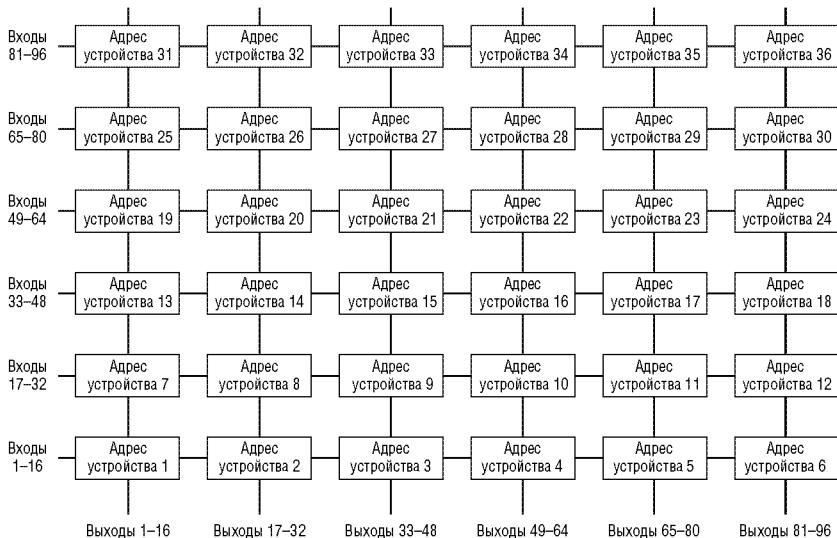
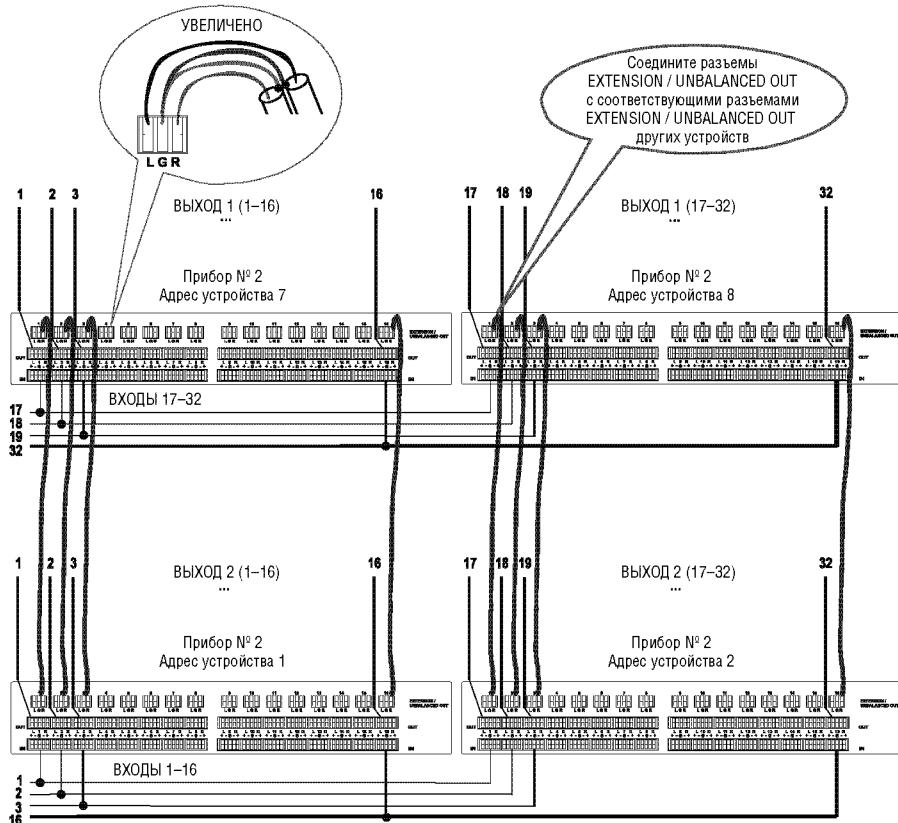

Рис. 6. Назначение адресов устройств
Рис. 9. Подключение коммутатора 32x32
Можно расширить количество входов и выходов, воспользовавшись несколькими устройствами VS-1616A1. При расширенной сборке установите адреса устройства (см. подраздел 6.5.2) каждого устройства VS-1616A, чтобы определить, какие входы и выходы относятся к конкретным устройствам. Это иллюстрирует схему на рис. 6
Например, чтобы собрать коммутатор 48x64 (48 входов и 64 выхода), можно воспользоваться адресами устройств 1, 2, 3, 4; 7, 8, 9, 10; 13, 14, 15 и 16. В схеме на рис. 6 можно выбрать только «прямоугольную» конфигурацию2.
Как можно видеть на рис. 6, коммутатор 32x16 состоит из двух устройств **VS-1616A** (адреса устройств 1 и 7). Чтобы собрать коммутатор в соответствии с рис. 8:
2. Установите адрес устройства на одном **VS-1616A** как 1, а на втором — 7 (см. рис. 6).
Как можно видеть на рис. 6, коммутатор 32x32 состоит из четырех устройств **VS-1616A** (адреса устройств 1, 2, 7 и 8). Чтобы собрать коммутатор в соответствии с рис. 9:
2. Установите адрес устройства 1, 2, 7 и 8 соответственно для каждого из четырех устройств (см. рис. 6).
1 В большинстве случаев устанавливается = 1. В примере на рис. 9 адрес устройства установлен = 2.
2 К получателям аудиосигнала (не показаны на рис. 9).
Адрес устройства задается с помощью команды меню MACHINE ADDRESS (см. подраздел 8.3). Адрес устройства определяет порядок задействования входов и выходов каждого устройства в составной системе, наподобие изображенной на рис. 6.